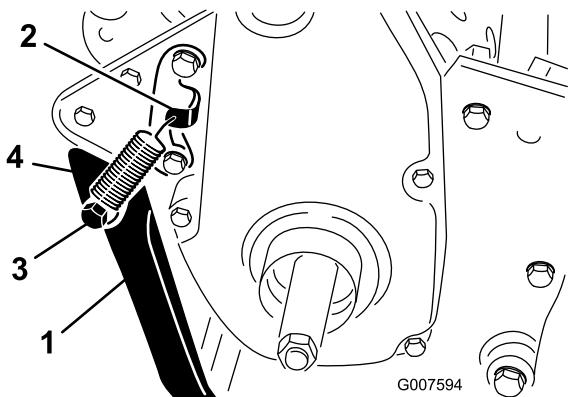

Figura 6
- Agganciate la molla nel foro della staffa a molla e nel prigioniero a molla, allineando contemporaneamente il cavalletto con i fori di montaggio dell'intelaiatura posteriore (Figura 6).
- Montate il cavalletto su ogni lato del telaio utilizzando il bullone, la rondella di sicurezza, il distanziale, la rondella di spinta e il dado di bloccaggio (Figura 6). Posizionate il distanziale nel foro di montaggio del cavalletto.